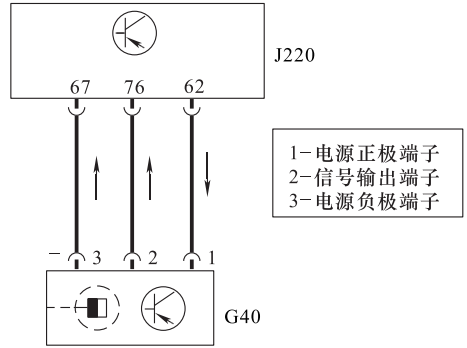

图 4-54 霍尔式凸轮轴位置传感器与 ECU 的连接电路
(3) 电路连接 霍尔式凸轮轴位置传感器与 ECU 的连接电路如图 4-54 所示。该传感器